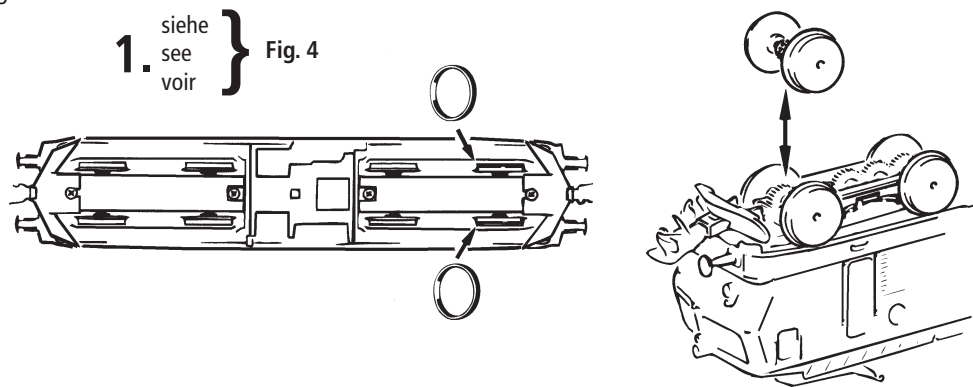
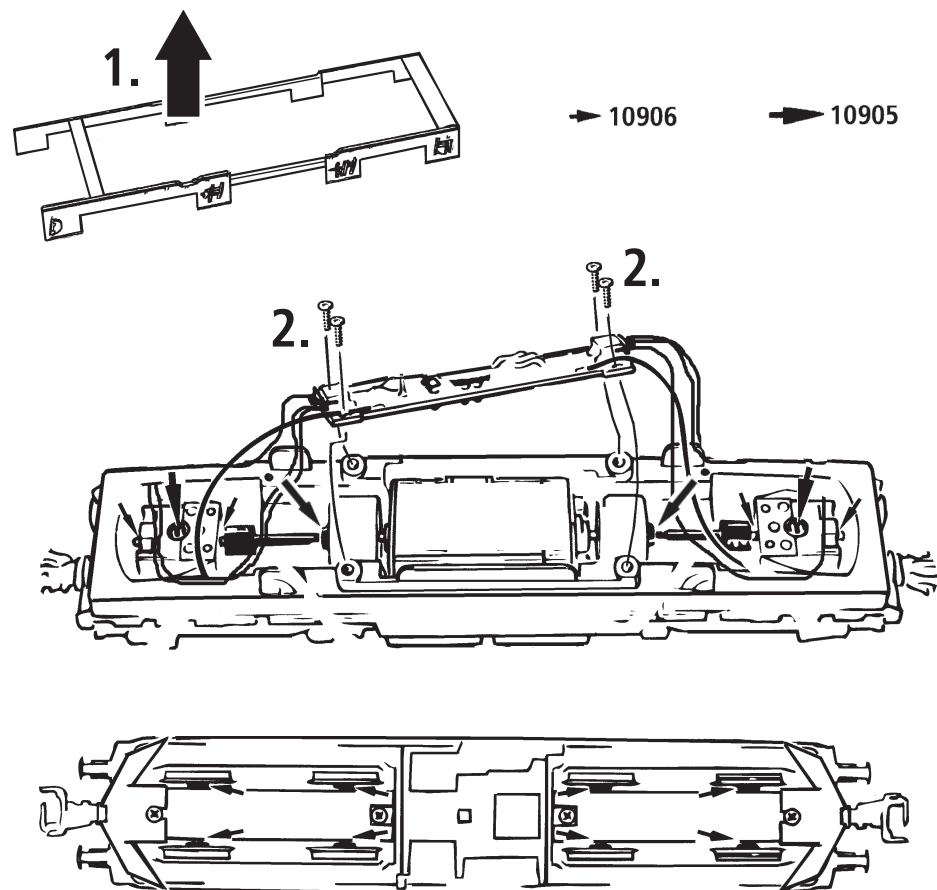
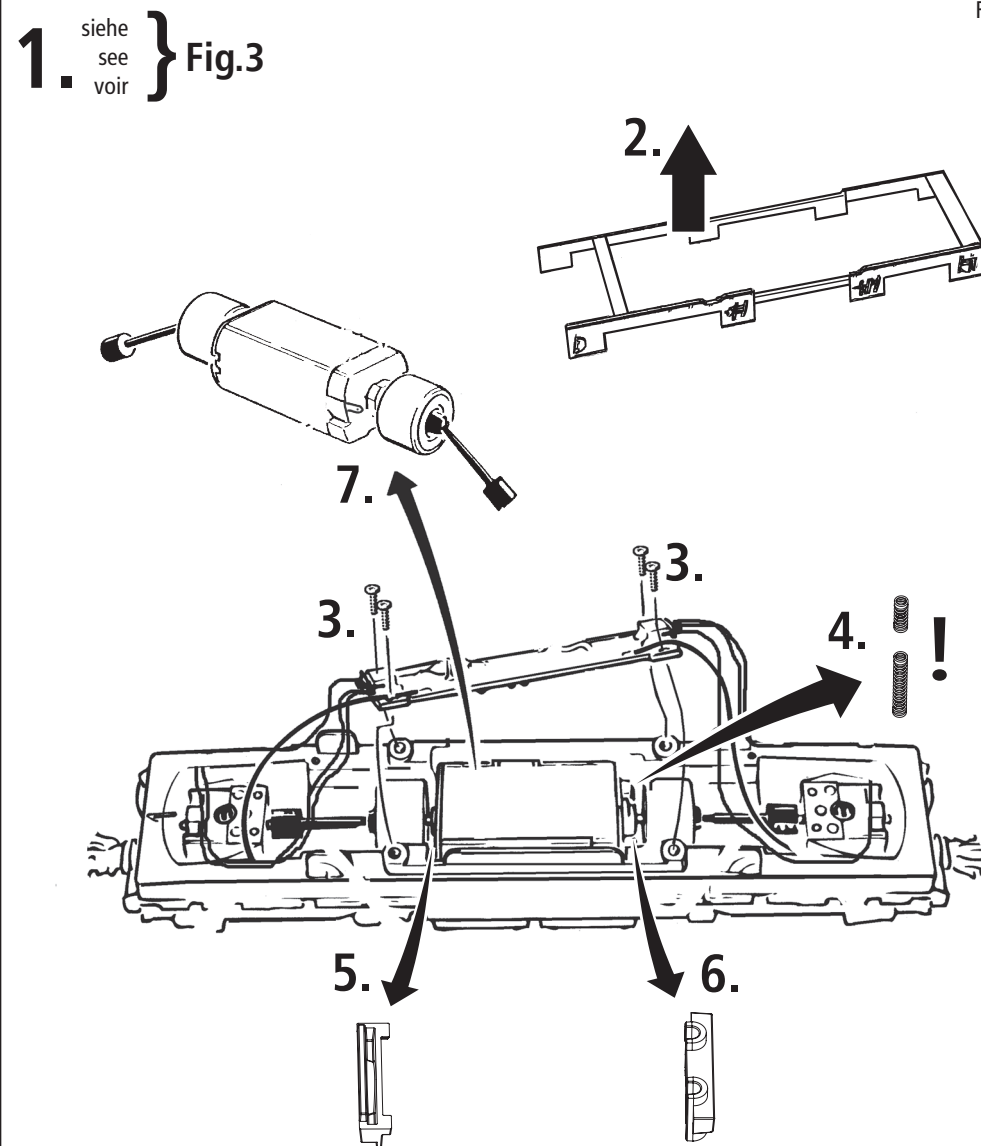
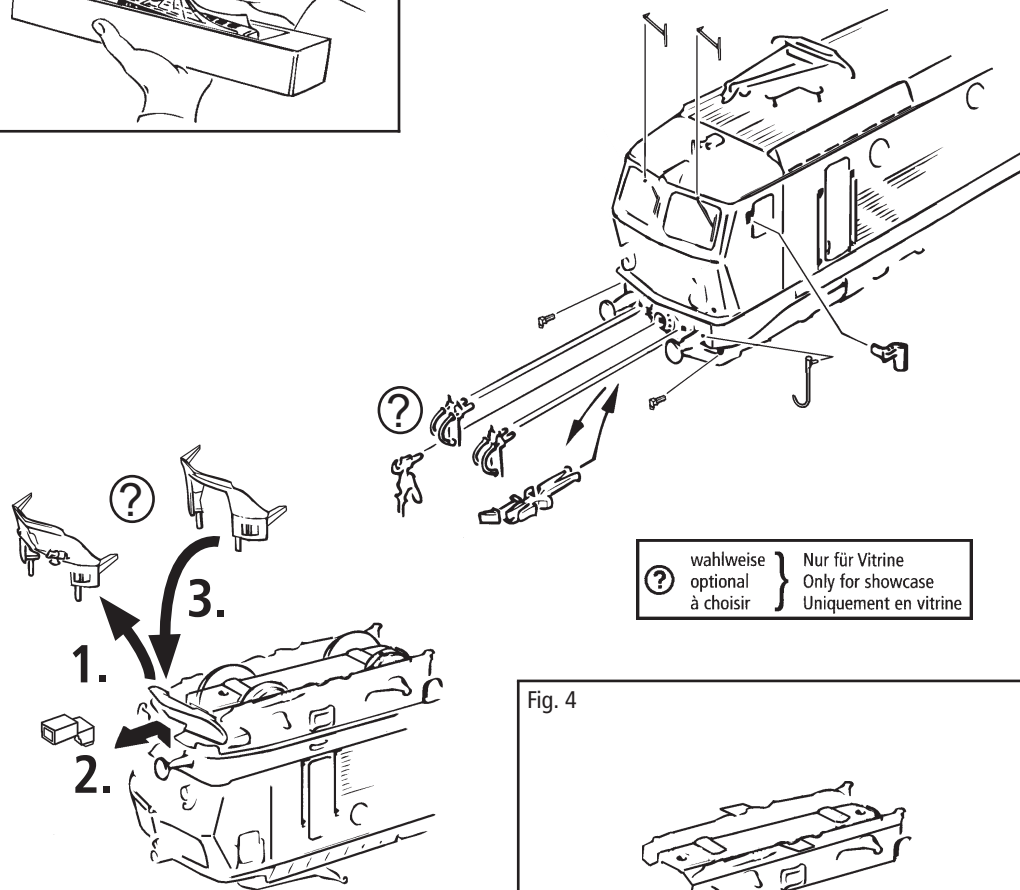

Fig. 8
Fig. 9
Fig. 10
Fig. 3
2. Schmierung: Versehen Sie die im Schmierplan in Fig. 8 gekennzeichneten Stellen mit nur **kleinen Öltropfen**. Dazu zuerst das Lokgehäuse abnehmen (Fig. 3). Wir empfehlen den **ROCO Öler Art.-Nr. 10906**. Fürs Schmieren der Getriebeteile (Zahnräder, Schnecke) empfehlen wir das **ROCO-Spezialfett Art.-Nr. 10905**. Im Falle der Schmierung diese Teile **nicht ölen**.
Mehrzugbetrieb: Zuerst Lokgehäuse abnehmen (Fig. 3). Danach den Brückenstecker aus der Schnittstelle entfernen (diesen sorgsam aufbewahren). Danach den Stecker des Steuerbausteins lagerichtig einsetzen (siehe Fig. 5).
Ausführung für Wechselstrom: siehe Fig. 10
4. Motorwechsel: Lokgehäuse abnehmen (Fig. 3). Danach wird der Motor ausgebaut (Fig. 9).
2. Lubrication: Apply **tiny oil drops** to spots marked in fig. 8. Prior to lubrication dismantle locomotive (fig. 3). We recommend using item no. **10906, Roco oiler**. For lubrication the gearparts (e.g. cogwheels, worm) we would recommend our Roco **special grease** (item no. **10905**).
A.C. operation: see fig. 10
4. Motor Changing: First remove loco body (fig. 3), and then the motor (fig. 9).
2. Graissage: N'appliquez **qu'une toute petite goutte** aux endroits indiqués par le plan de graissage (fig. 8) après avoir démonté la caisse de la locomotive (fig. 3). Nous vous recommandons **le graisseur à huile Roco réf. 10906**. Pour graisser les engrenages (roues dentées, vis sans fin) nous vous conseillons la **graisse spéciale Roco réf. 10905** pour engrenages en matières synthétiques. Lorsque vous utilisez cette graisse il faut éviter d'huiler ces composants.
voir fig. 10
4. Remplacement du moteur: Démontez la caisse (voir fig. 3). Démontez ensuite le moteur (fig. 10).